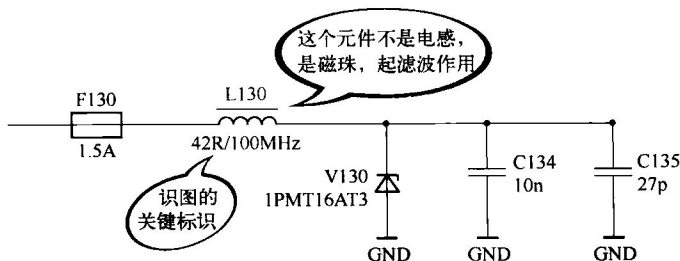
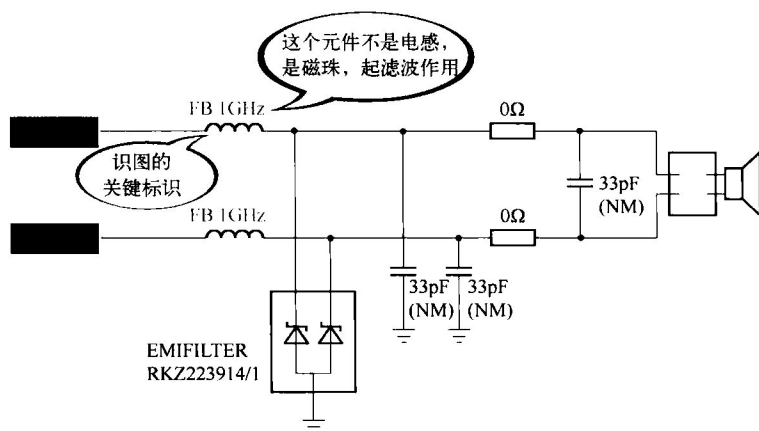

图 1.2 标识为“L”的元件不一定是电感
图 1.3 图形符号为电感的元件不一定是电感
2. 标识为“L”的、图形符号与电感相同的元件不一定是电感,需注意相应元件的图形符号或标注(参见图 1.2、图 1.3)。磁珠 (bead) 通常会标注频率、欧姆等参数。例如,在图 1.2 中, L130 所标识的元件的图形符号虽然是电感的图形符号,但其参数不是电感的参数(亨, H),而是 42R/100MHz (42Ω/100 MHz)。